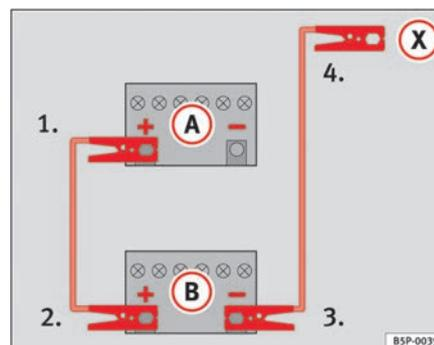

Fig. 172 Schema per il collegamento dei cavi per l'avviamento di emergenza
Nella ⇒ fig. 172 (A) indica la batteria scarica, e (B) la batteria carica.